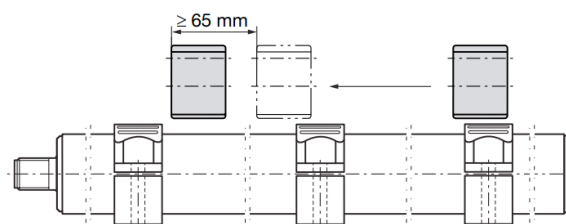

Fig. 5-3: Distanza minima in caso di impiego di più datori di posizione
- In caso di impiego di diversi datori di posizione, è necessario rispettare tra questi una distanza minima di 65 mm (vedere Fig. 5-3).